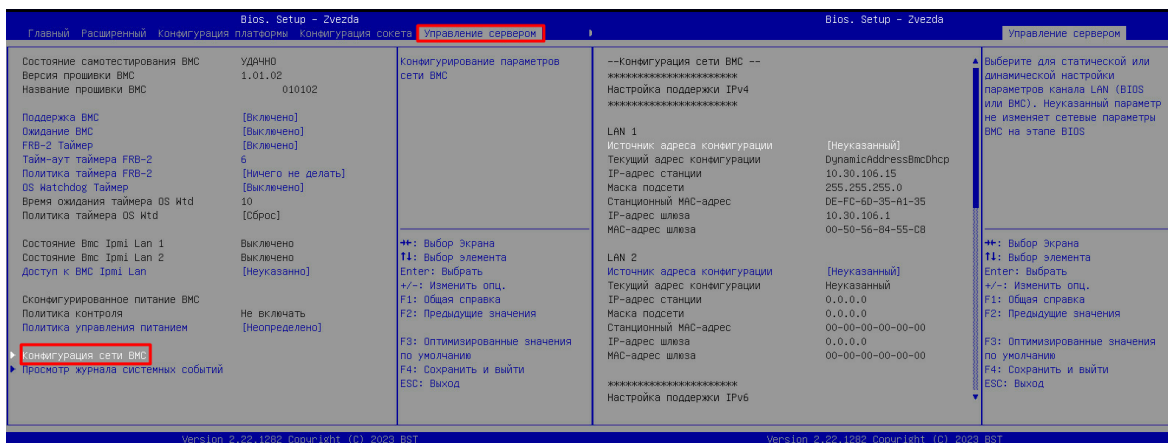

Рисунок 33 – Настройка адреса BMC IP-адрес
1. На сервере настроить свободный IP-адрес из вашей подсети, по которому будет доступен интерфейс ВМС, через протокол HTTPS (см. Рисунок 33).